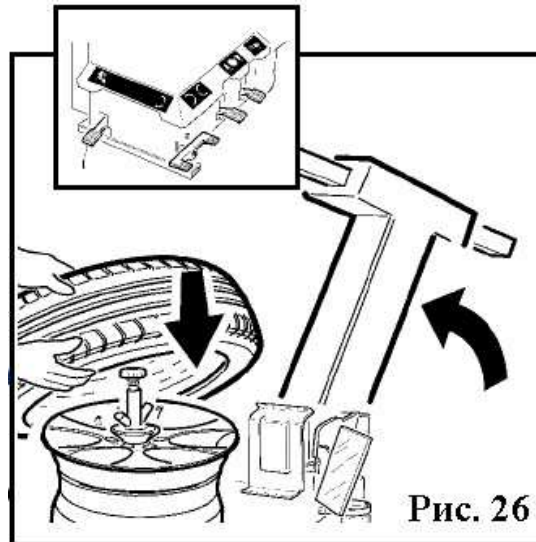

Рис. 26
- Position the tyre horizontally on the rim, slightly tilted downwards to the "12 o'clock" position (Fig.26).
- Расположите шину на диск горизонтально, слегка наклоняя вниз в позицию 12 часов (Рис. 26).